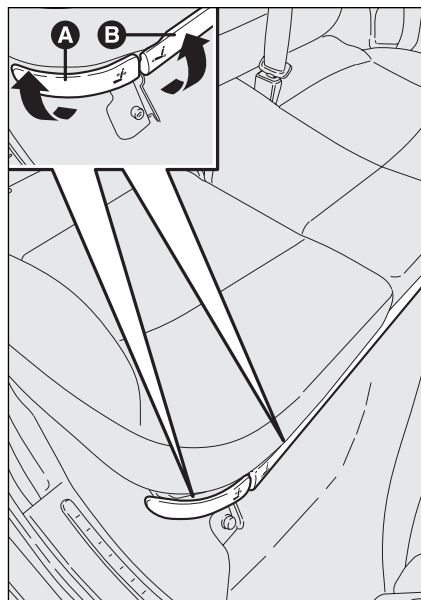

fig. 98
- ☐ en intervenant sur le levier **B-fig. 98** régler le siège dans la position voulue (par ex. tout en avant si l'on souhaite avoir un agrandissement maximum du coffre à bagages);